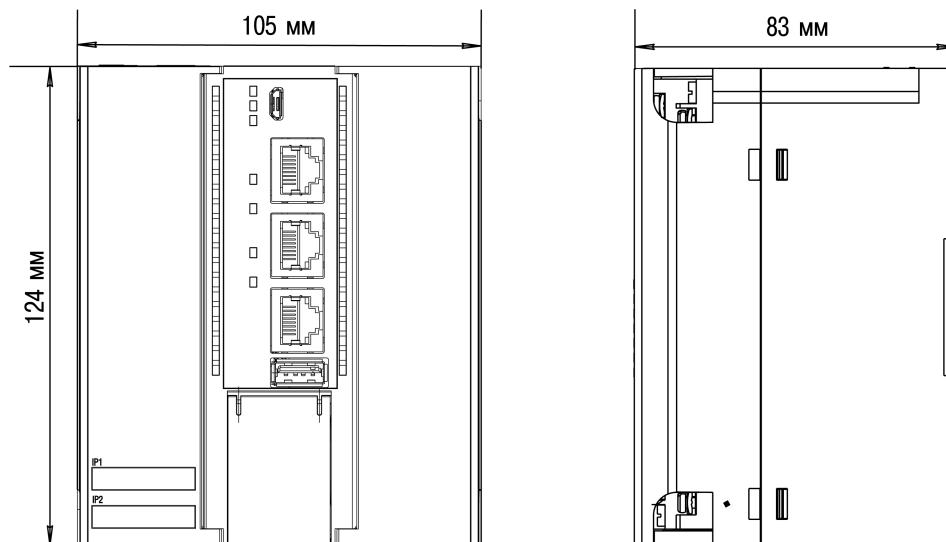

Рисунок 4.2 – Габаритные размеры
- Подготовить место для установки на стенке шкафа или DIN-рейке в соответствии с габаритными размерами контроллера (см. рисунок 4.2).